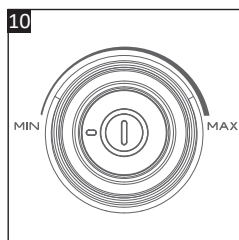

Рис. 10
- Поверните ручку регулировки мощности всасывания (13), чтобы отрегулировать мощность всасывания в соответствии с типом очищаемой поверхности (Рис. 10).